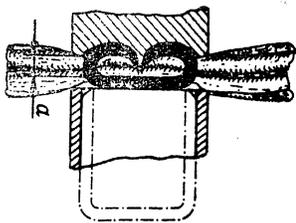

Рис. 13.
Перед прошиванием необходимо установить зазор, величина которого равна просвету «а» загнутой скрепки (см. Рис. 13).
Установив необходимый зазор прошивания, выводят зацеп (11) (см. Рис. 13) в крайнее левое положение и производят пробное прошивание на марле (2-3 раза). Техника наложения швсв аппаратом заключается в следующем: в лев. правой рукой аппарат, захватываю